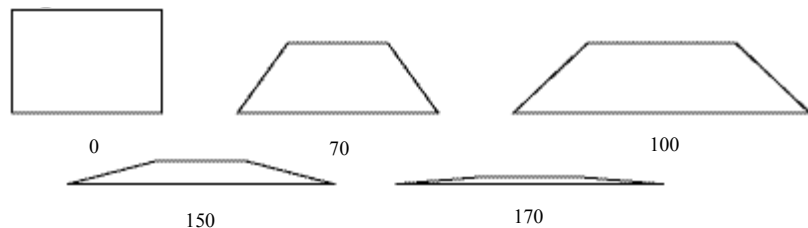

图 5.4.19 Parallel Deviation 二维四边形单元变化图形
- 图 5.4.19 所示为 Parallel Deviation 值从 0~170 时的二维四边形单元变化图形。